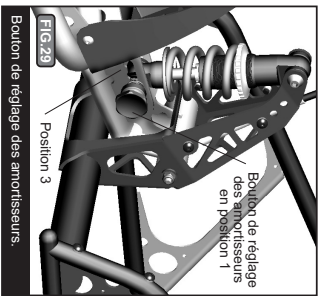

FIG. 29 Bouton de réglage des amortisseurs Position 3
- B)** Appuyez à fond sur le bouton de réglage des amortisseurs qui se trouve sur le côté droit, Fig. 29.